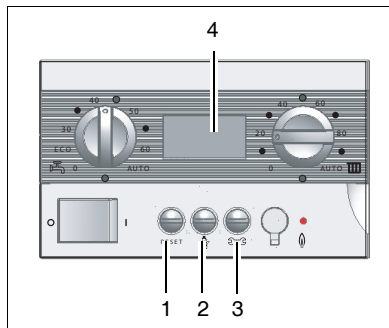

Abb. 7 Pumpennachlaufzeit einstellen
- Schornsteinfegertaste und Servicetaste (Abb. 7, Pos. 2 und 3) gleichzeitig drücken, bis im Display "**L—**" (Abb. 7, Pos. 4) angezeigt wird.
- Mit den Tasten "RESET" und "Schornsteinfeger" (Abb. 7, Pos. 1 und 2) den gewünschten Wert einstellen.
- Gewählte Einstellung durch Drücken der Servicetaste (Abb. 7, Pos. 3) bestätigen.